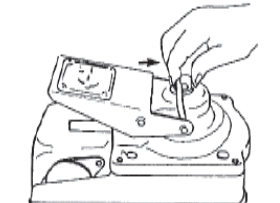

図5
- 2) ペダル上のカップリングリングをポンプロッドフックにしっかりとかけてください(図5)。